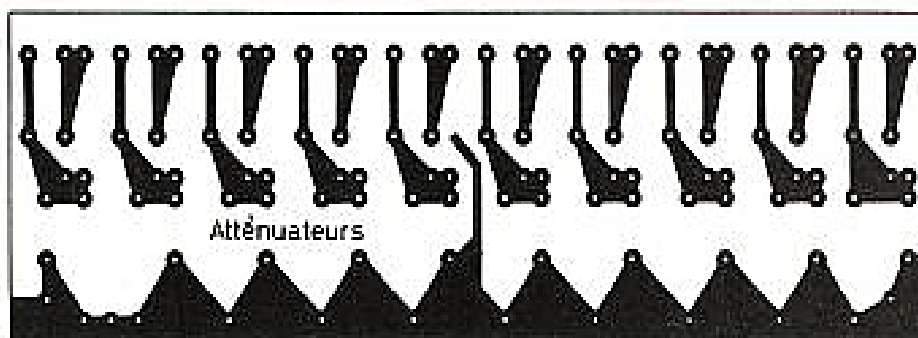

Fig. 30
– figure 30 : circuit commun à deux atténuateurs, côté cuivre. Pour le commutateur à quatre voies, on reproduira deux fois ce circuit.